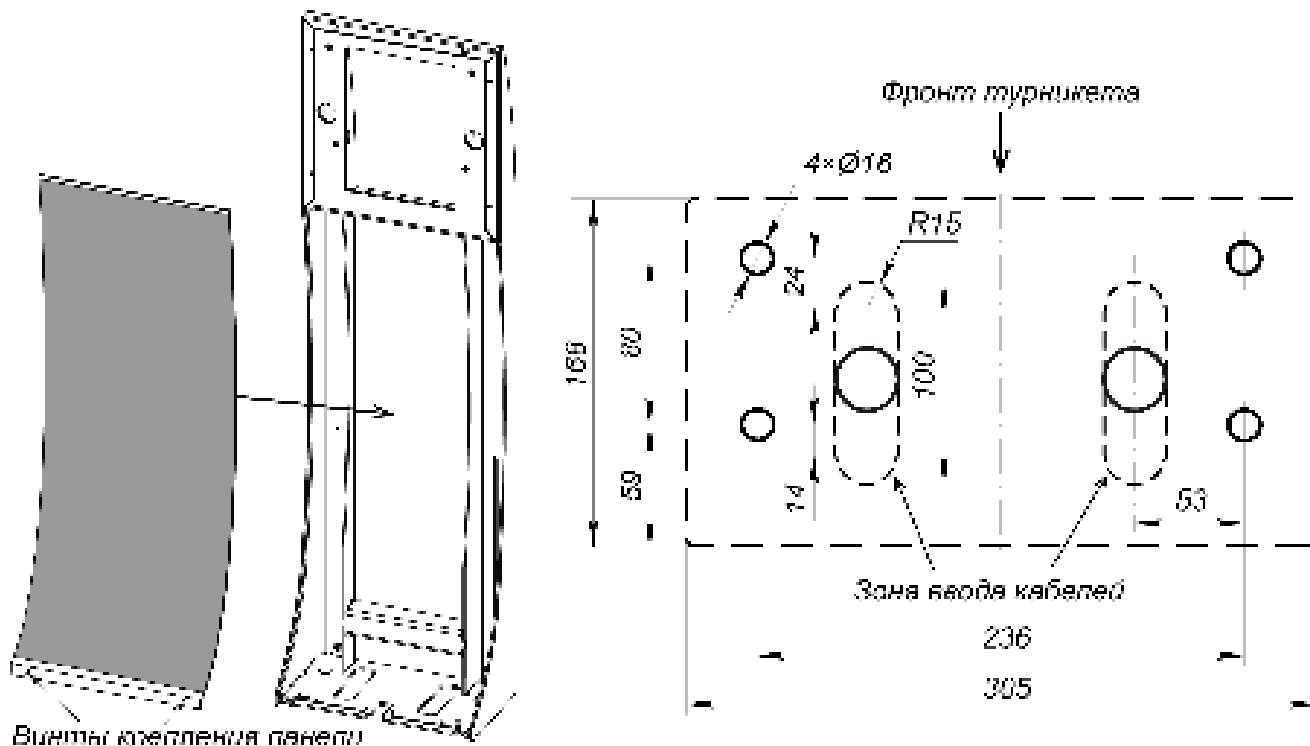

Рисунок 19. Порядок монтажа и схема разметки отверстий для стойки PERCo-MT10.3
- в) Порядок крепления монтажной стойки **PERCo-MT10.3** на установочной поверхности (для исполнения турникета **PERCo-TTR-10AB**), см. рис. 19: